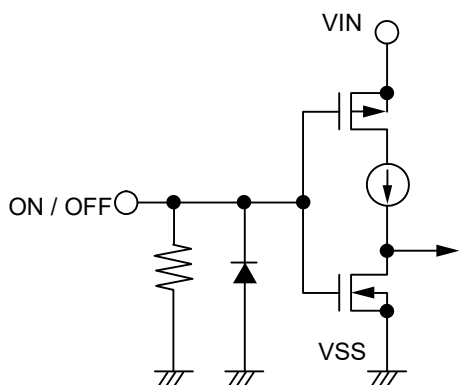
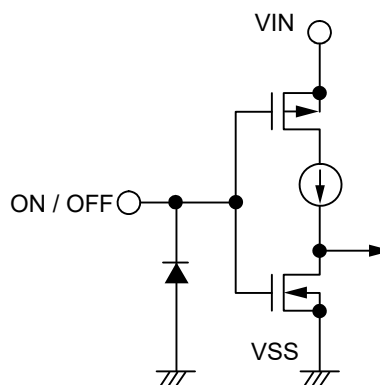

図11 S-19246xxxHシリーズE / Gタイプ
図12 S-19246xxxHシリーズF / Hタイプ
なお、ON / OFF端子に0.6 V ~ $V_{IN} - 0.3$ Vの電圧を印加すると消費電流が増加しますので、注意してください。ON / OFF端子は図11、図12の構造になっています。
*2. ON / OFF端子をVIN端子に接続した状態で動作させたときのS-19246xxxHシリーズE / Gタイプの消費電流は、プルダウン抵抗に流れ込む電流分だけ多く流れますので注意してください (図11参照)。